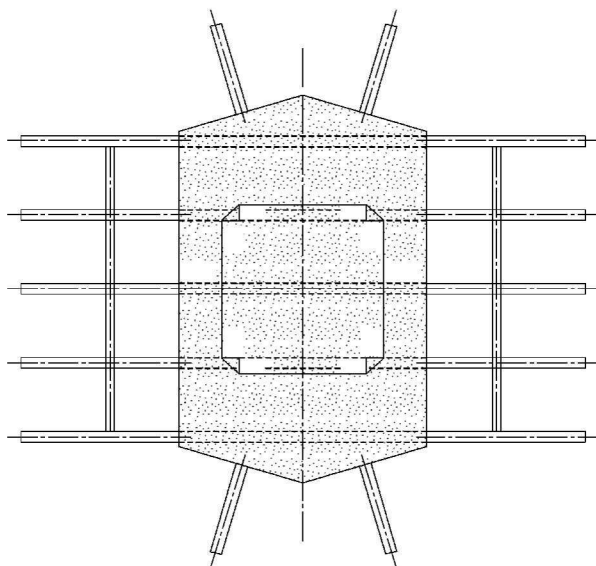

图 4.1 主墩 0 号块托架布置示意图
4.1.2 托架应针对墩身结构进行设计。图 4.1 所示为六边形墩身的 0 号块托架布置示意图。